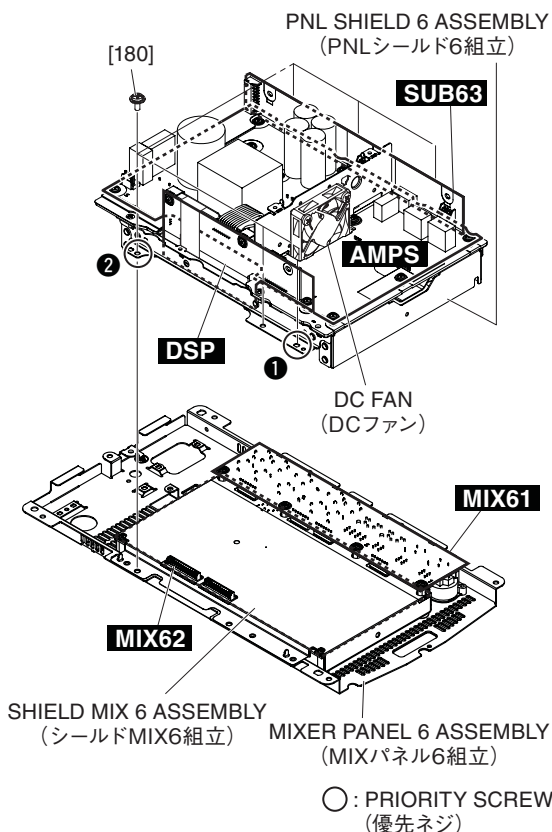

Fig.B-9(図B-9)
- B-9-5 Remove the six (6) screws marked [180]. The PNL shield 6 assembly can then be removed together with the AMPS circuit board, DSP circuit board, SUB63 circuit board and DC fan. (Fig. B-9)
* **When installing the PNL shield 6 assembly, first tighten the two (2) priority screws as shown in Fig. B-9.**
- B-9-5 [180]のネジ6本を外して、AMPSシート、DSPシート、SUB63シート、DCファンと共に PNL シールド 6 組立を外します。(図 B-9)
- ※ PNL シールド 6 組立を取り付けるときには、優先ネジ 2 本を図に示す順で先に締めてください。(図 B-9)